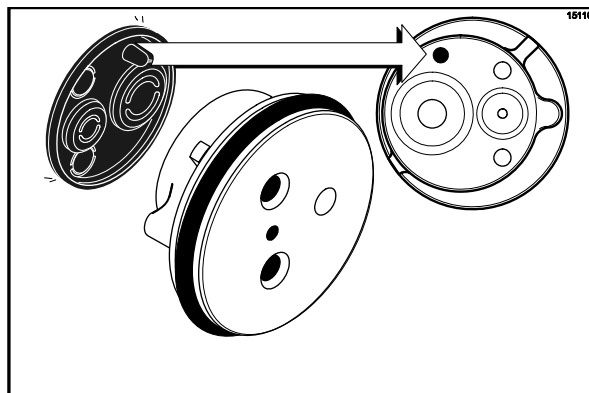

Рисунок 147
6. Наденьте прокладку клапана насоса в отверстия на колпачке. Уплотнение смазывать ЗАПРЕЩАЕТСЯ. (См. рис. 147)